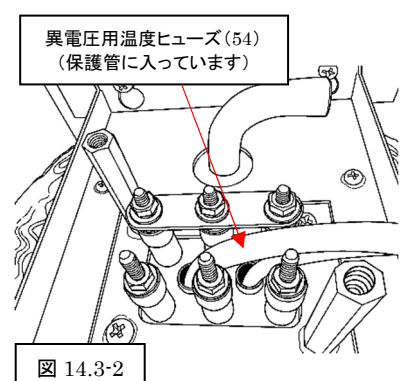

図 14.3-2
👉 異電圧仕様の場合、温度ヒューズ(54)は保護管(左側)内に挿入されていますので引抜いて下さい。(図 14.3-2)
- ① 加湿器本体上部奥にシリンダ用固定ネジ(4)を取付け、軽く締めて下さい。
- ② 再生シリンダを持上げ、上部固定金具のたるまの穴を固定ネジ2ヶ所に引掛け、蒸気シリンダ下部の突起部を加湿器ドレンパンにあるシリンダ接続ホース(30)に差込みます。
- ③ 固定ネジを(2本)締付ける。
- ④ シリンダ接続ホース(30)を取付け、ホースクリップで固定する。
- ⑤ 過熱防止サーモセンサをヒータの保護管に差込みます。
- ✎ 異電圧仕様の場合、異電圧用温度ヒューズ(54)をもう一方(左側)の保護管に差込んで下さい(図 14.3-2)。